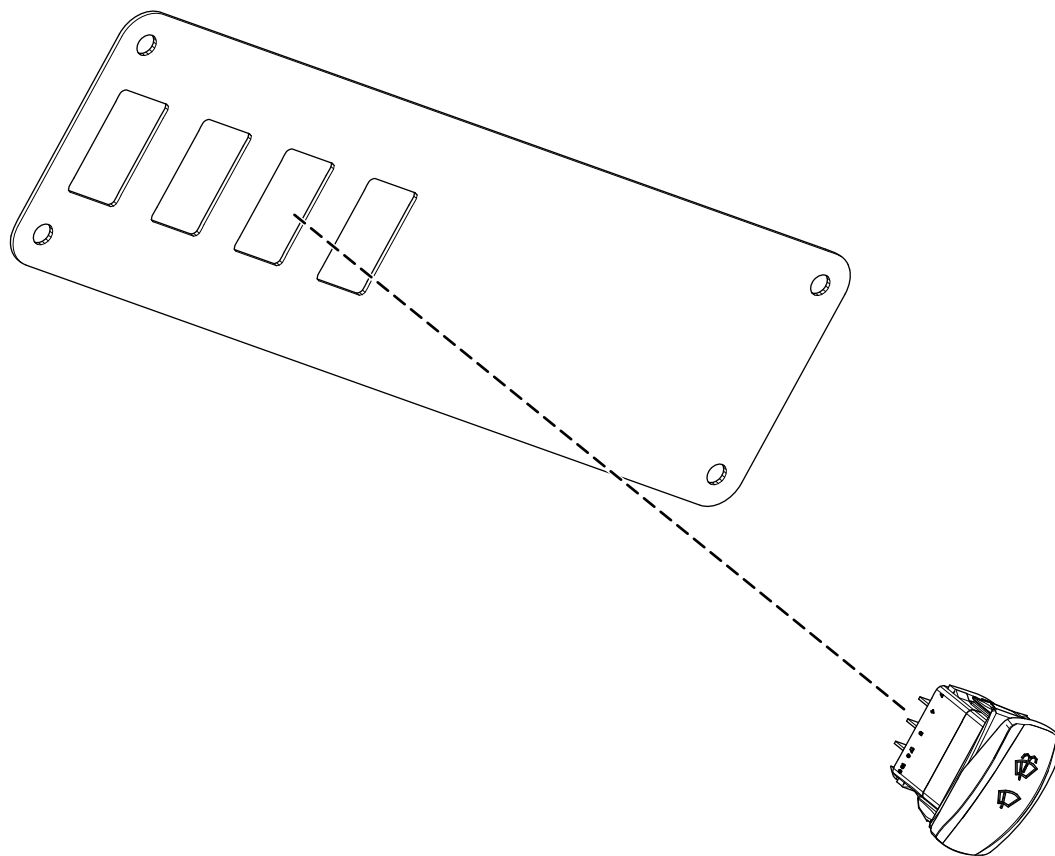

Figura 16
1. Instale el interruptor en la abertura del soporte del interruptor de la consola (Figura 16) del Kit de consola superior (Modelo 08130).